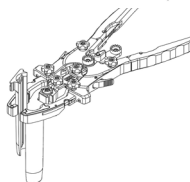

Figura 4
- Inserire le lame caudale e cefalica caricandole dall'alto nelle fessure laterali sul corpo del divaricatore finché non scattano in posizione (Figura 4).